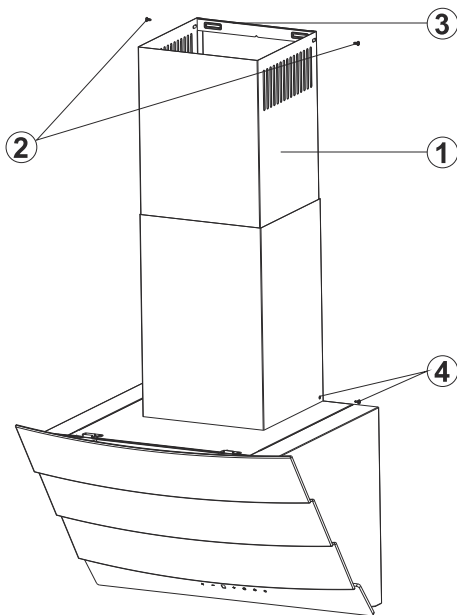

Fig. 7
- Den inre skorstenen (nr 1) måste avlägsnas genom att skruva fast skruvarna (nr 2) (Fig. 7). Den inre skorstenen kan sedan skjutas in i den yttre skorstenen.
- Den yttre skorstenen kan tas bort genom att skruvarna (nr 4) lossas (Fig. 7). Ta sen bort båda skorstenarna.
- Kolfilterkabinettet fästs med 2st 3,5x9,5 skruvar på punkterna A +B (Fig. 7).